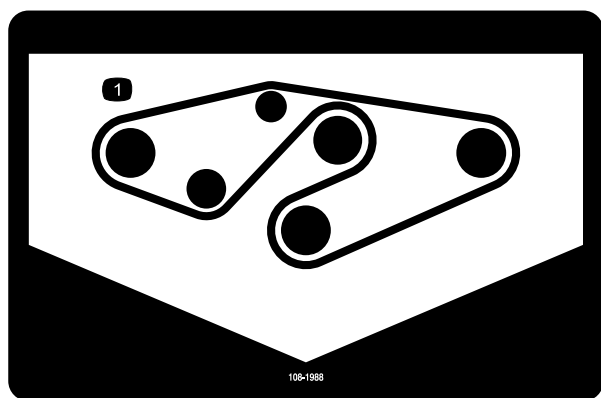

図 35
4. 図のように、スピンドルプリーとアイドラプリーに新しいベルトを回しかける (図 35)。